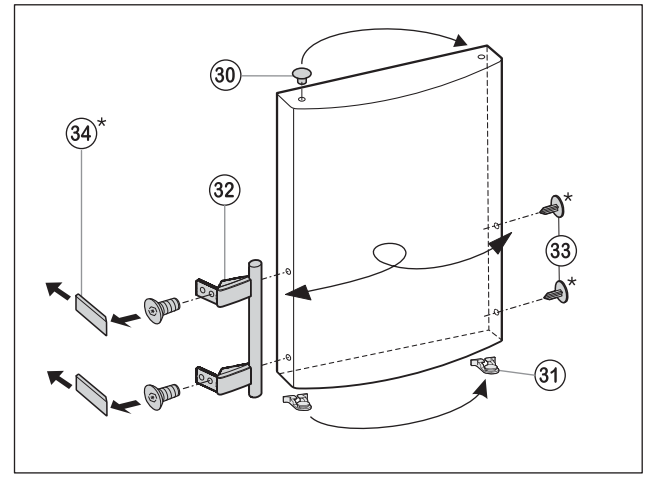

Fig.6
- Estrarre il tappo Fig. 6 (30) dall'alloggiamento del supporto della porta e spostare.
- Smontare la maniglia della porta, i Fig. 6 (32), tappi Fig. 6 (33) e le piastre di spinta* Fig. 6 (34) e spostare sul lato opposto.